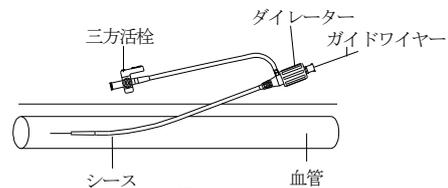

図2
- 一体化したシース・ダイレーターを、外部に出ているガイドワイヤーに通して、できるだけ皮膚と平行になるようにして血管内に挿入する (図2参照)。